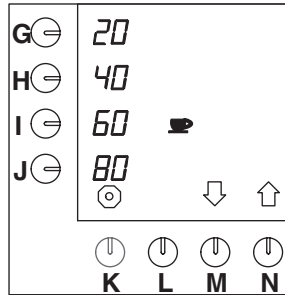

Fig. 35 Ändring av de förprogrammerade valtangenterna för kopp
- Tryck på valtangenten (N.)↑ tills fig. 35 visas på displayen.